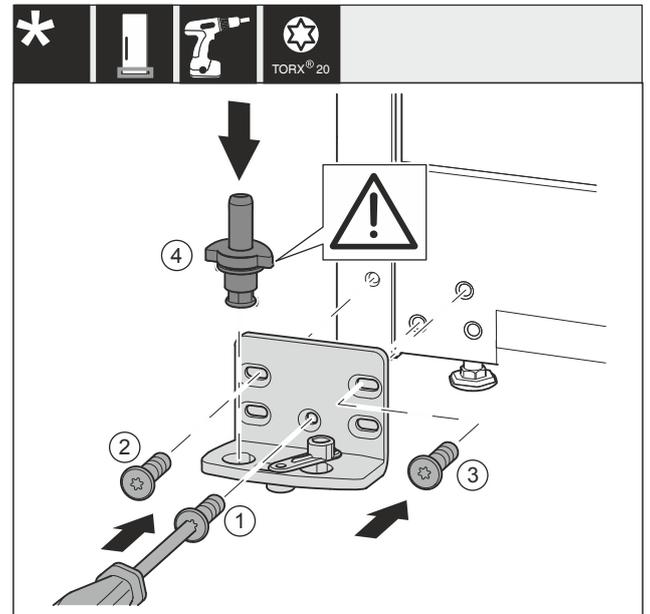

Fig. 37 *
- ▶ Lagerbock auf der anderen Seite ansetzen und mit Hilfe eines Schraubendrehers anschrauben. Mit der Fig. 37 (1) unten in der Mitte beginnen.*
- ▶ Schraube Fig. 37 (2) und Fig. 37 (3) festschrauben.*
- ▶ Lagerbolzen Fig. 37 (4) komplett einsetzen. Dabei darauf achten, dass der Rastnocken nach hinten zeigt.*